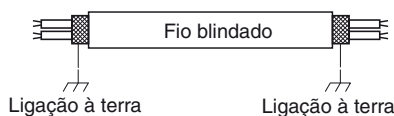

Fig. 4-6
- (5) Utilize fios blindados para a instalação eléctrica de controlo entre unidades (c) e ligue a blindagem à terra em ambos lados; caso contrário, pode ocorrer um mau funcionamento devido ao ruído. (Fig. 4-6) Ligue os fios como mostrado na Secção "4-3. Diagramas do sistema eléctrico".